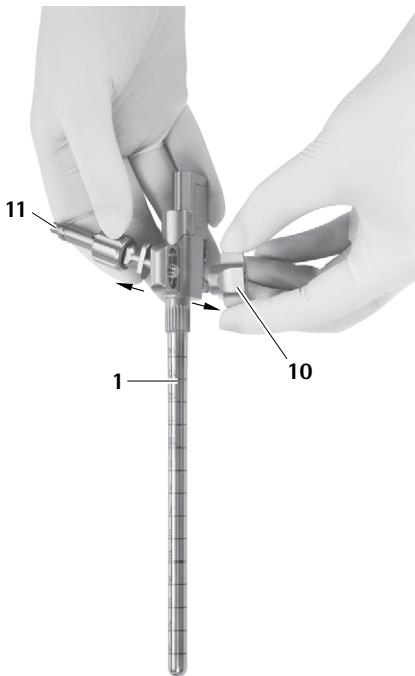

Fig. 13
- ▶ Remover o adaptador de braço de suporte **11**, ver Fig. 13.